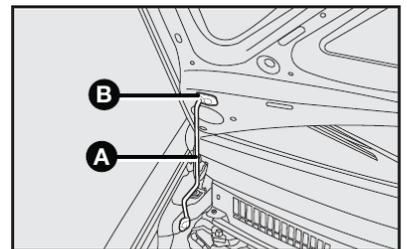

fig. 103
4) introduzir a extremidade da vareta **A** na abertura **B** do capô do motor **fig. 103**.
- 1) manter levantado o capô com uma mão e, com a outra, tirar a vareta **A-fig. 103** da abertura **B** e repô-la no seu dispositivo de bloqueio;